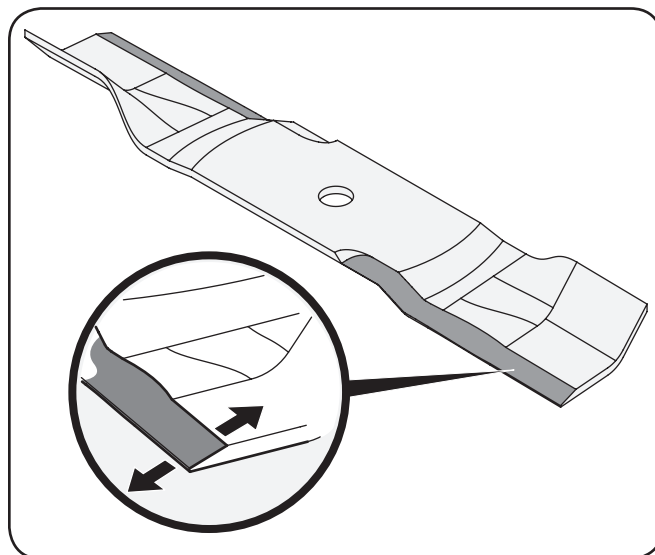

Figure 7-10
3. Pour aiguiser correctement les lames de coupe, aiguiser les deux tranchants des lames de façon égale, parallèlement à la voile, à un angle de 25 à 30 degrés. Aiguiser toujours chaque lame de coupe de façon égale pour garder l'équilibre des lames. Voir Figure 7-10.